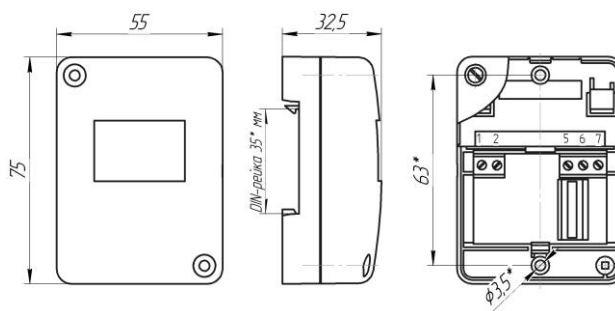

Рис.1. Габаритные и установочные размеры МАКС-У.
2.1.2. Габаритные и установочные размеры модуля показаны на рис.1, принципиальные схемы подключения – на рис.2 - 4.